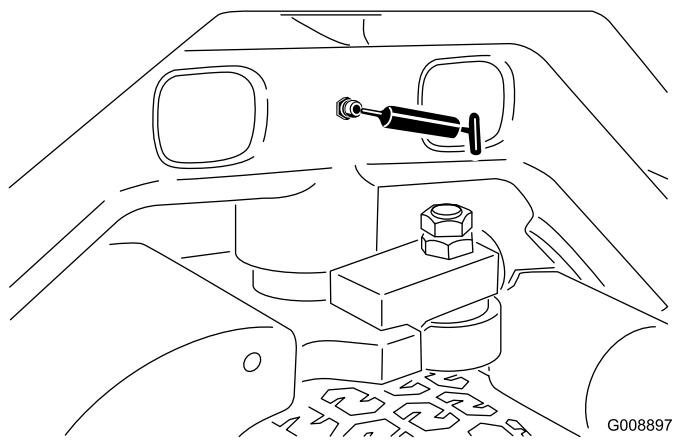

Рисунок 40
- Шарнир поворотного кулака (Рисунок 40).